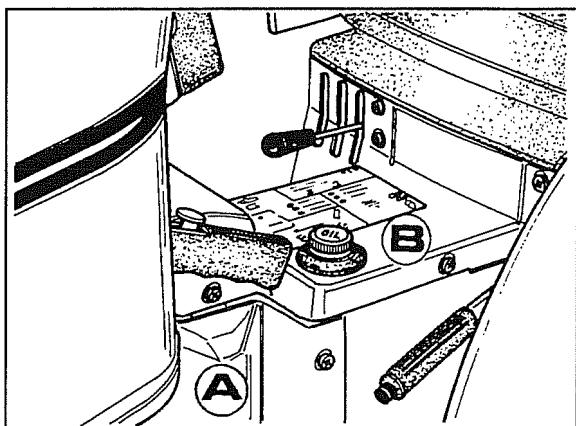

Fig. 1
- 1 Togliere la protezione centrale **B**, il fianchetto **A** e quello sul lato opposto come mostra la fig.1.